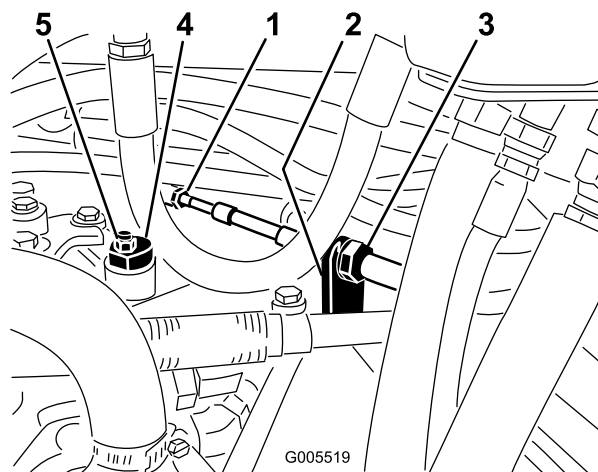

Figura 51
- A. Allentate entrambi i controdadi che fissano il cavo di comando della trazione alla paratia dell'igrostatato (Figura 51). Verificate che i controdadi siano ugualmente allentati, in modo sufficiente da consentire la messa a punto.
Nota: Allentate il dado che fissa l'eccentrico alla parte superiore dell'igrostatato (Figura 51).
(Figura 51). Verificate la regolazione portando l'acceleratore in posizione Slow e Fast.
- D. Da ambo i lati della piastra serrate in modo uniforme i dadi che fissano il cavo di trazione alla piastra (Figura 51). Non torcete il cavo.